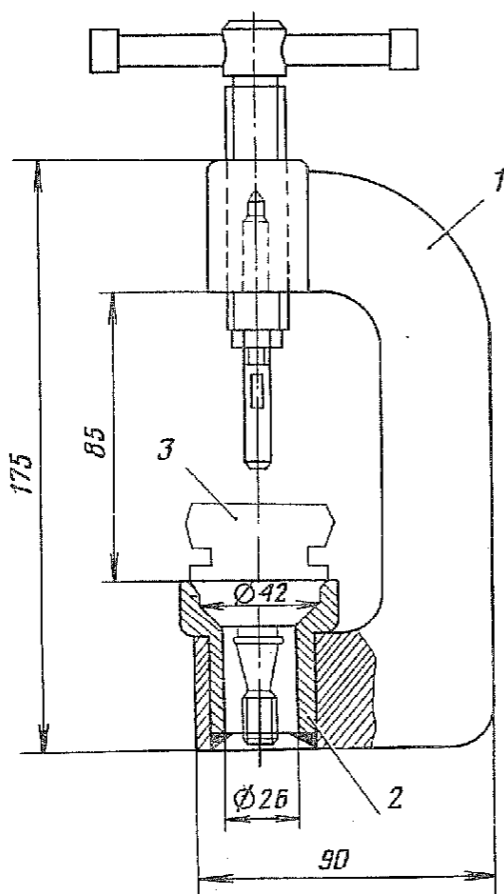

Рис. 185. Приспособление для разборки и сборки шаровых шарниров:
1.3. Установить шаровой шарнир в приспособление, снять упорное кольцо 7. Снять шаровой шарнир с приспособления (приспособление, рис. 185; отвертка $150 \times 0,5$).
3.4. Установить наконечник в сборе в приспособление, сжать опорную шайбу и установить упорное кольцо. Снять наконечник в сборе с приспособления (приспособление, рис. 185; отвертка 150×0,5).